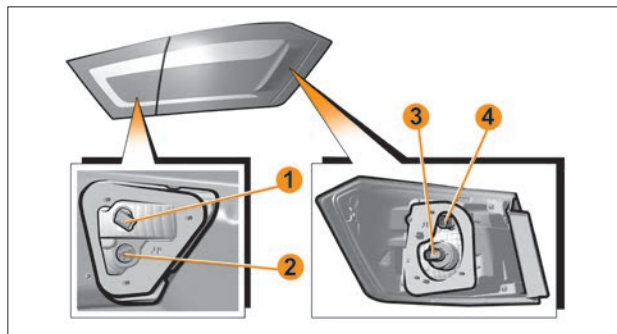

Рис. 13. Задние фонари
Для замены лампы света заднего хода **1** (рис. 13) необходимо:
– преодолевая сопротивление держателей, отогнуть обивку крышки багажника для доступа к патрон-разъему **1** (рис. 13). Во избежание повреждения обивки, отгибание производить на величину не более 7–8 см;
- повернуть патрон-разъем **1** (рис. 13) против часовой стрелки и вынуть его из посадочного места в сборе с лампой;
Для замены лампы габаритного огня **2** (рис. 13) необходимо: – применять аналогичную последовательность, что и для замены лампы света заднего хода **1**, обеспечить доступ к патрон-разъему **2** лампы габаритного огня;